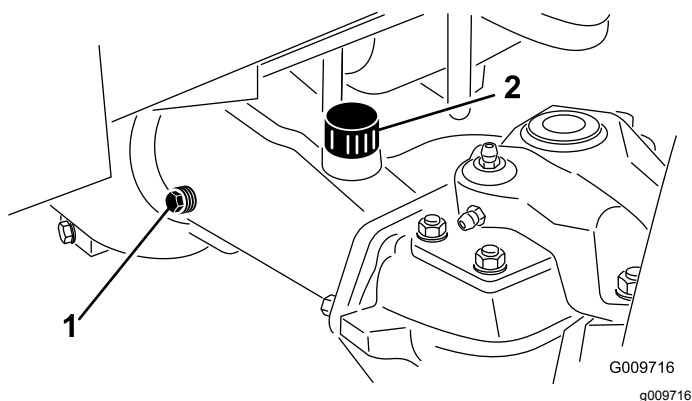

Figure 69
2. Enlevez un bouchon de contrôle à une extrémité du pont arrière (Figure 69) et vérifiez que le lubrifiant atteint la base de l'orifice.
3. Si le niveau est trop bas, enlevez le bouchon de remplissage (Figure 69) et ajoutez une quantité suffisante de lubrifiant pour amener le niveau au bas des orifices de contrôle.